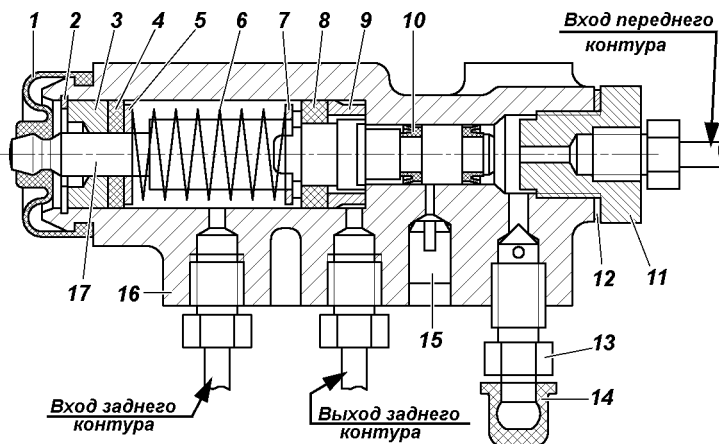
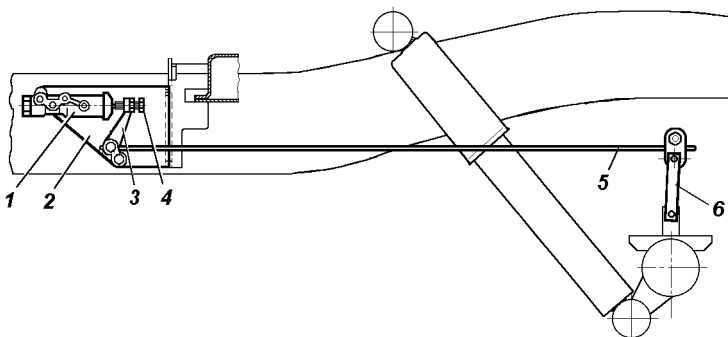

Рис. 9.62. Регулятор давления:
Рис. 9.63. Привод регулятора давления:
Регулятор давления (рис. 9.62). При обслуживании проверяйте работоспособность регулятора давления. Очищайте регулятор от грязи и проверяйте надежность его крепления. Внешним осмотром убедитесь, что регулятор и детали его привода не имеют повреждений, отсутствуют подтекания тормозной
Обращайте внимание при осмотрах гидропривода на расположение контрольной заглушки 15 (см. рис. 9.62) и отсутствие подтекания из-под нее тормозной жидкости. В нормальном состоянии заглушка должна быть утоплена в отверстие корпуса регулятора до упора. При выступании заглушки из отверстия и подтекании тормозной жидкости регулятор подлежит ремонту или замене.
В процессе эксплуатации и при замене задних рессор необходимо регулировать усилие упругого рычага 5 (рис. 9.63) на поршень регулятора. Регулировку производить в следующей последовательности:
3. Завернуть болт 4 (см. рис. 9.63) до соприкосновения его с хвостовиком поршня 17 (см. рис. 9.62) регулятора:
5. Проверить правильность регулировки при движении автомобиля. Для этого, двигаясь по прямому горизонтальному участку дороги с сухим асфальтовым покрытием, затормозить автомобиль до блокировки колес. При исправном регуляторе и правильно выполненной регулировке привода должно быть некоторое опережение блокировки передних колес относительно задних. В случае опережающей блокировки задних колес дополнительно отвернуть болт 4 (см. рис. 9.63) на 1-2 грани головки болта и повторить проверку при движении автомобиля.